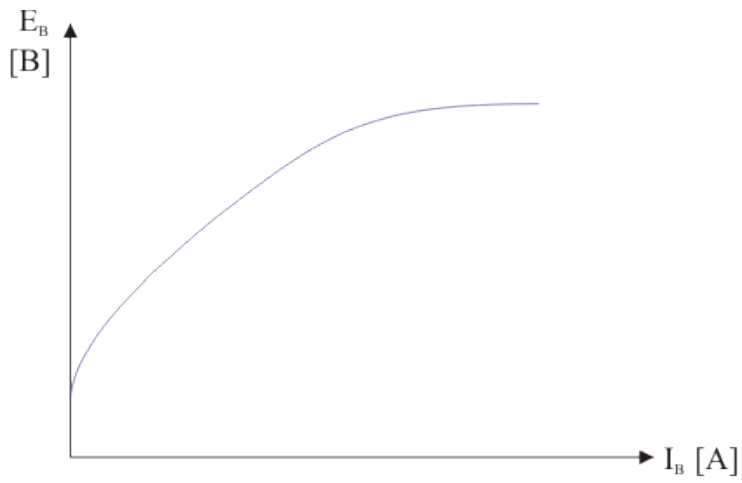

РИС. 1
3. По данным таблицы 1 построить характеристику холостого хода генератора $E = f(I_B)$ (см. рис.1),
9. По данным таблицы 1 построить регулировочную характеристику двигателя $n = f(I_{\text{в}})$ (примерный вид характеристики показан на рис. 1);